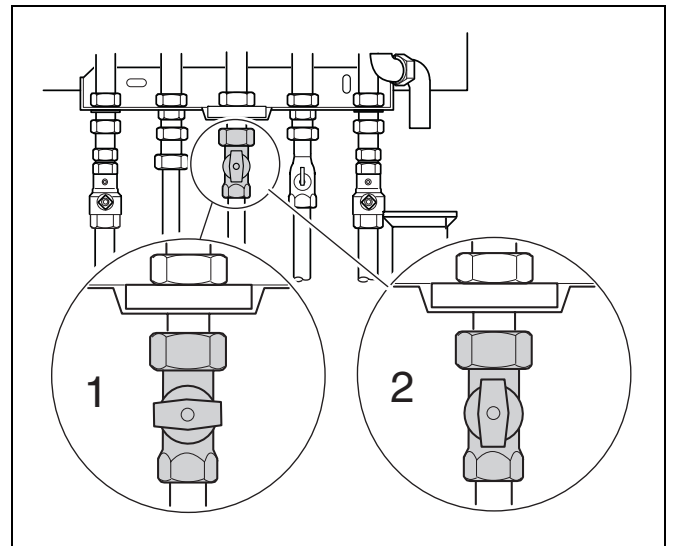

Рис. 27 Газовый кран
- Закрыть газовый кран (рис. 27, **поз. 1**).
- Открыть газовый кран (рис. 27, **поз. 2**).
- Закрыть газовый кран под прибором (рис. 27, **поз. 1**).
- Закрывать газовый кран под прибором (рис. 27, поз. 1).
- Открыть газовый кран (рис. 27, поз. 2).